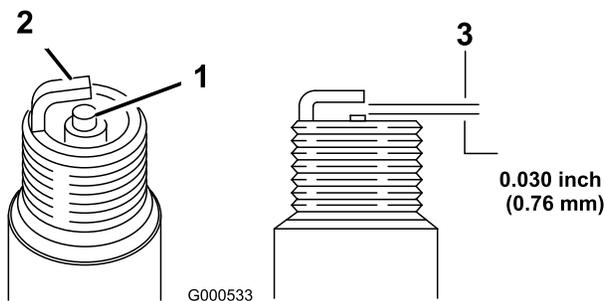

Bild 34
1. Prüfen Sie die Zündkerze (Bild 34).
2. Prüfen Sie den Abstand zwischen den mittleren und seitlichen Elektroden (Bild 34). Verbiegen Sie die seitliche Elektrode, wenn der Abstand nicht stimmt.